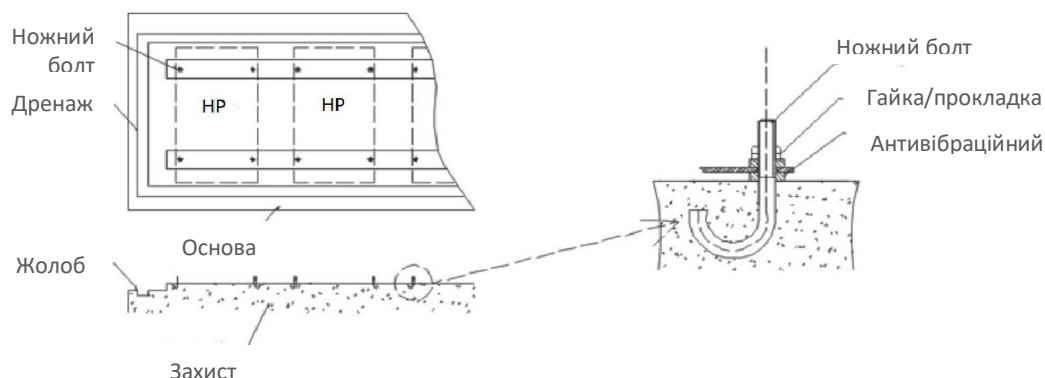
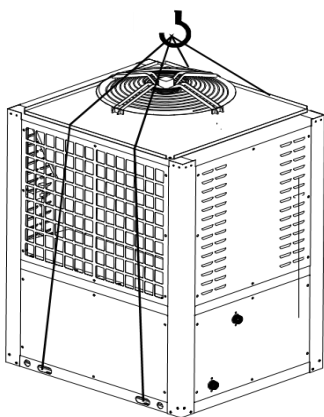

Рисунок 6. Принципова схема резервного фундаменту
Рисунок 7. Принципова схема розміщення
- (1) Будь ласка, використовуйте більше 4 м'яких підйомних ременів для підйому маніпулятора. (Див. рисунок 7)
- (2) Щоб уникнути подряпин і деформації поверхні блоку, будь ласка, встановіть захисну пластину на поверхню блоку під час підйому і транспортування.
- (3) Перед остаточним встановленням підйомника необхідно ще раз перевірити фундамент, щоб не помилитися з реальним об'єктом.
- (4) На блоці є велика кількість конденсату. Будь ласка, розгляньте можливість встановлення амортизатора між дренажним каналом і фундаментом навколо фундаменту.
- ◆ Під час встановлення кожен блок резервує фундамент відповідно до наступного креслення. (Див. рисунок 6)
- ◆ Не зачіпайте впускні та випускні труби під час транспортування, зачіпати можна тільки за монтажні отвори опорної балки. (Див. рис. 7)